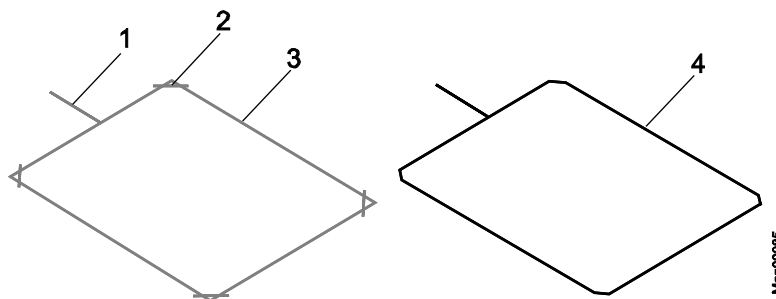

Bild 19: Placera induktionsslingor i bitumen, asfalt eller betong
1. Placera i betäckning eller asfalt med en kapskiva för att skära ett 50 mm djupt spår. Spårdjupet måste ha samma djup på alla ställen. Skär spårets hörn enligt Bild 19 en 45°-vinkel.